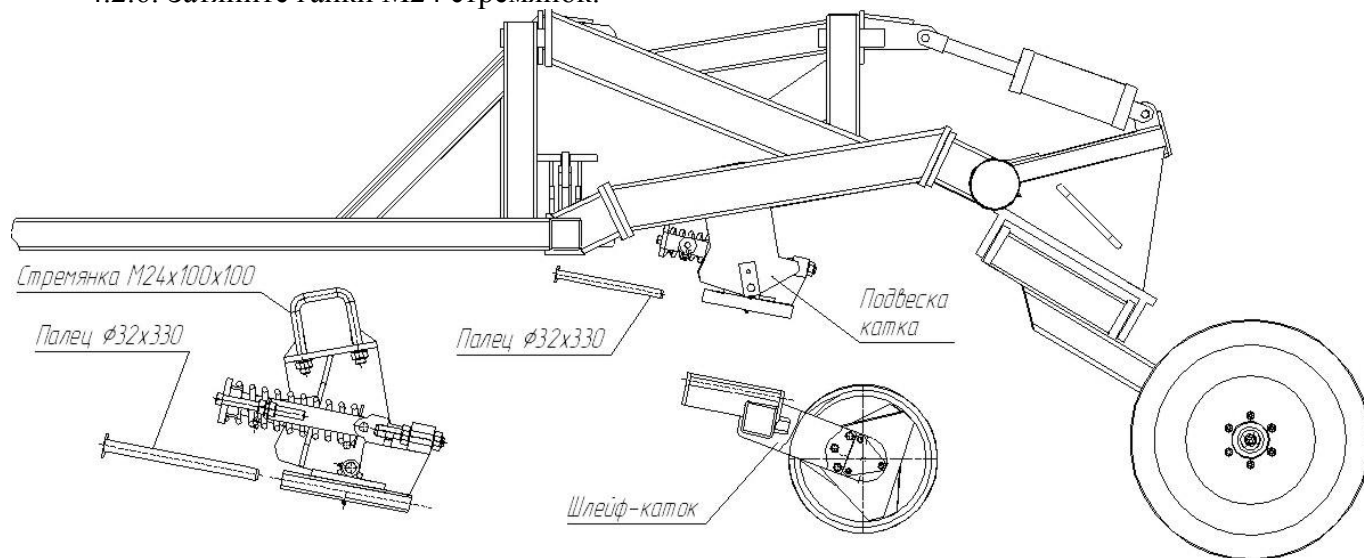

Рис. 4.2.4. Установка подвесок и шлейф-катков
4.2.4. Установите подвески шлейф-катков на поперечные трубы (100x100) вставок с помощью стремянок M24x100x100мм, гаек M24 и шайб пружинных (рис.4.2.4). Туго не затягивать.